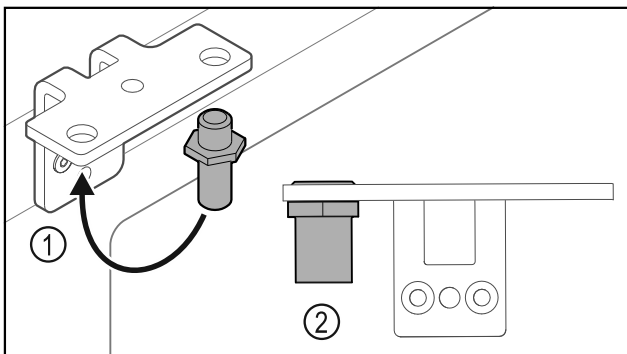

Fig. 38
- ▶ Perkelkite kaištį Fig. 38 (1) šarnyriniame kampuočiuje.
- ▶ Priveržkite kaištį Fig. 38 (2) **12 Nm** sukimo momentu.